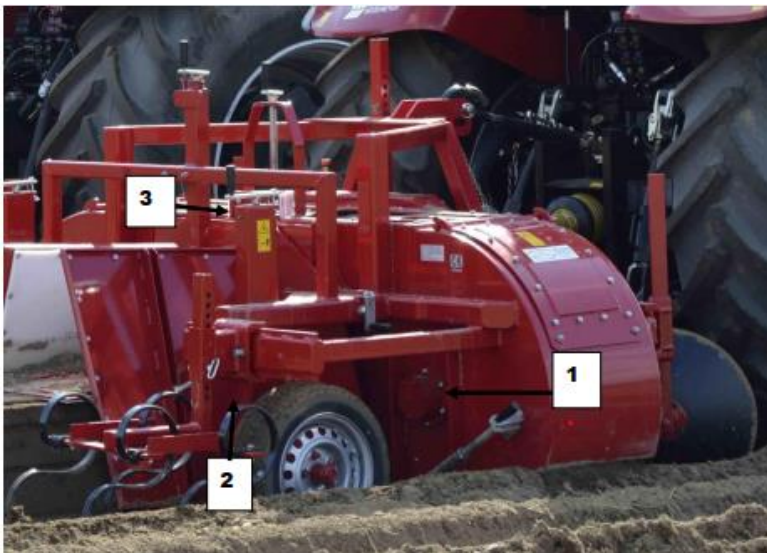

Figure 4
Les intervalles de graissage et d'entretien doivent impérativement être respectés. Les points de graissage (figure 4 pos. 1 et 2) et l'arbre de transmission doivent être graissés toutes les 20 heures.